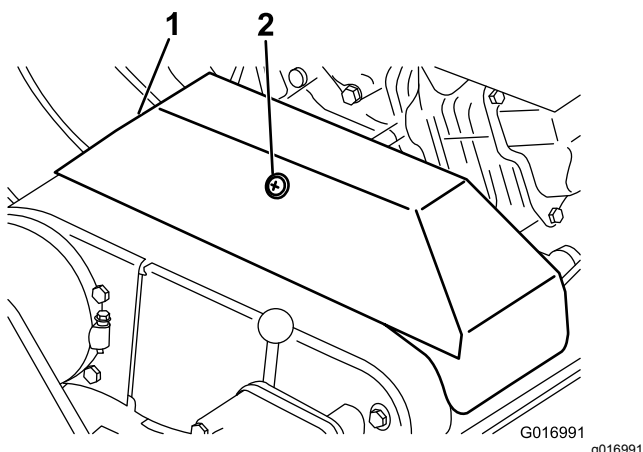

Рисунок 39
3. Ослабьте стопор, фиксирующий крышку клинового ремня, и откиньте крышку (Рисунок 39).